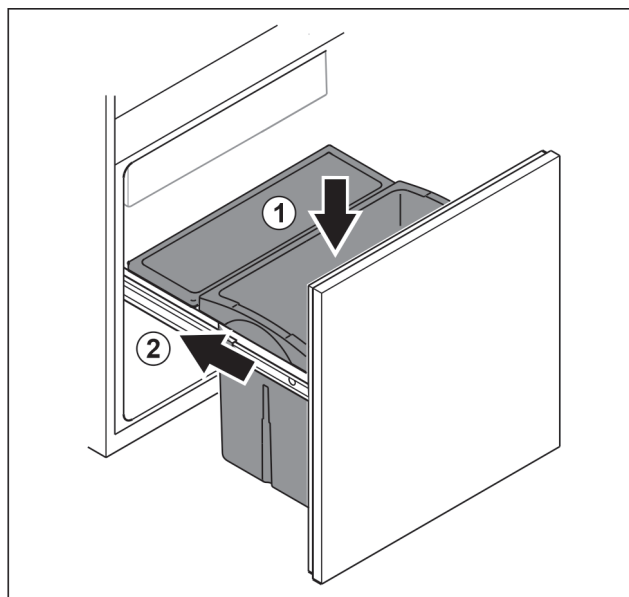

Fig. 81
- ▶ Vložte zásuvku zhora. Fig. 81 (1)
- ▶ Zasuňte vyťahovací vozík. Fig. 81 (2)